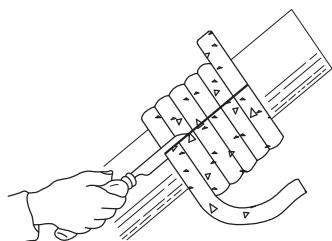
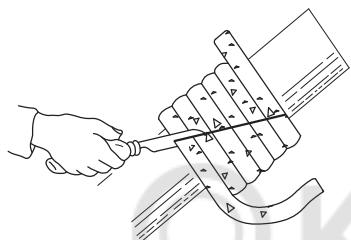

Fig. 32: Пример прямого реза
Fig. 33: Пример косого реза
- Подобным образом при монтаже возникает видимый зазор между втулкой и сальниковым кольцом. Если насос не демонтирован, обжатые графитовые сальниковые кольца перед монтажом разделить двумя косыми резами (см. Fig. 32 или Fig. 33). См. Fig. 27: